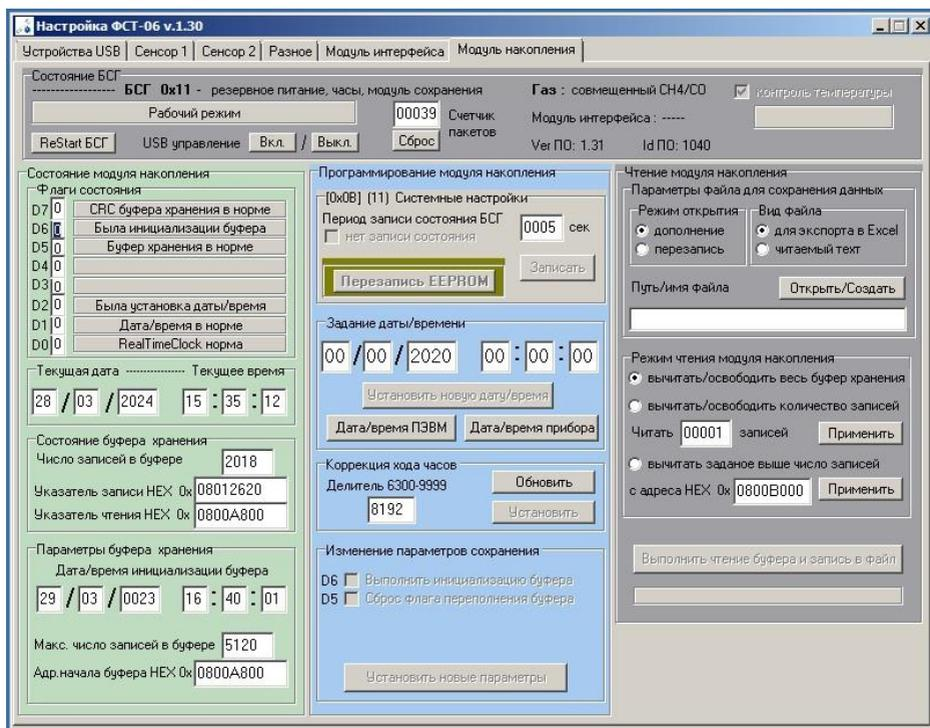

Рисунок. 8.7 Вид окна программы Модуль накопления
8.8. Вид окна при настройке БСГ закладка Модуль накопления показан на рис. 8.7. Модуль накопления и часы реального времени реализованы только в БСГ ФСТ-06.1. Память сохранения данных реализована в виде циклического буфера на определенное число записей. Если число записей превышает размер буфера, новые записи начинают затирать старые и устанавливается флаг **Переполнение буфера**.